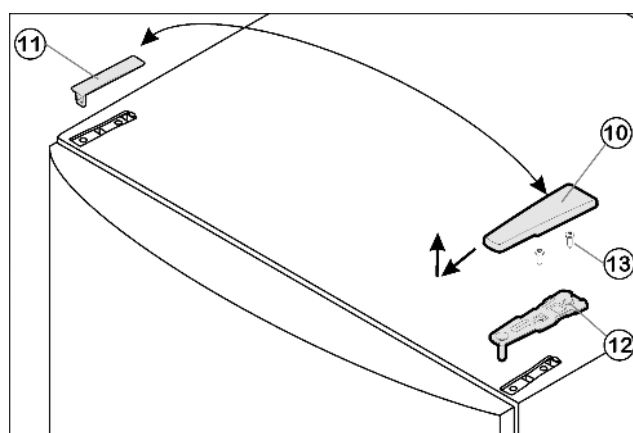

Fig. 4
- ▶ Kryt Fig. 4 (10) stáhněte dopředu a nahoru.
- ▶ Kryt Fig. 4 (11) zvedněte.
- ▶ Horní stojan ložiska Fig. 4 (12) odšroubujte (2 krát Torx® 25) Fig. 4 (13) a stáhněte nahoru.
- ▶ Horní stojan ložiska *Fig. 4 (12)* vložte na nové straně závěsu do dvířek.
- ▶ Horní stojan ložiska *Fig. 4 (12)* **příšroubujte (s 4 Nm)** (2krát Torx® 25) *Fig. 4 (13)*. Díry pro šrouby případně předem propíchněte nebo použijte akumulátorový šroubovák.
- ▶ Kryt *Fig. 4 (10)* a kryt *Fig. 4 (11)* zatlačte vždy na opačné straně.